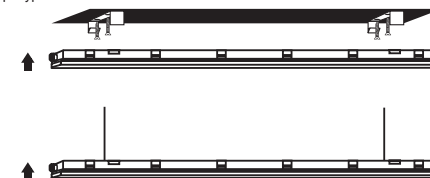

Рис. 3
- Установите светильник на поверхности или на подвесе при помощи крепежных скоб (Рис. 3.)
4. Встановіть світильник на поверхні або на підвісі за допомогою кріпильних скоб (Рис. 3).